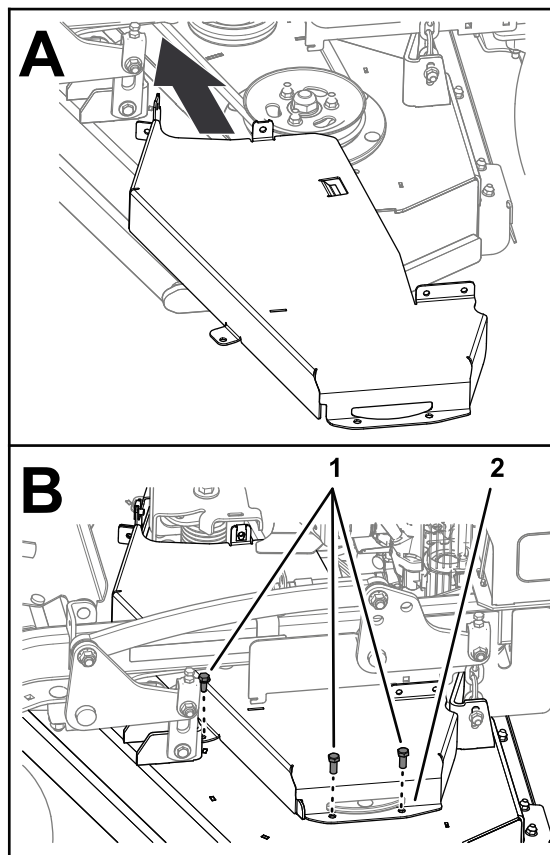

Figure 42
1. Fixez le protège-courroie gauche au plateau (Figure 42) à l'aide des 3 boulons que vous avez retirés sous Dépose du protège-courroie gauche (page 28).